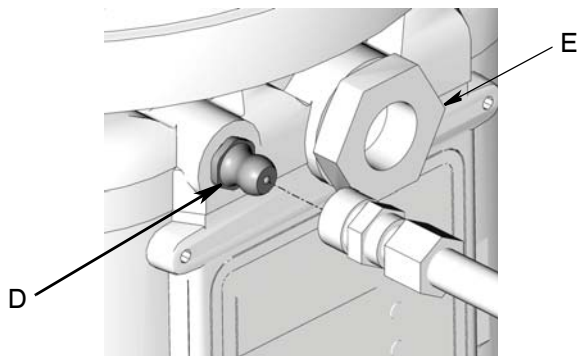

FIG. 16
1. Conecte la manguera de llenado al accesorio de entrada (FIG. 16).